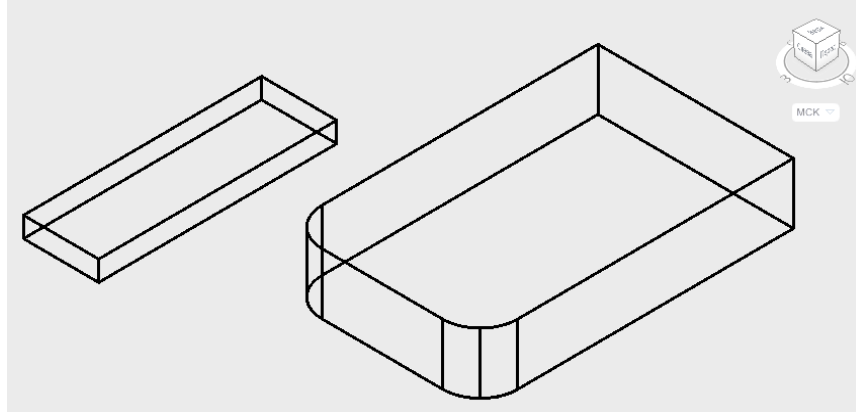

Рисунок 10.3
1. Поздовжній паз прямокутної форми в підставі деталі побудувати за допомогою команд ЯЩИК, ПЕРЕНЕСТИ, ВІДНІМАННЯ, рис. 10.3 – 10.5.